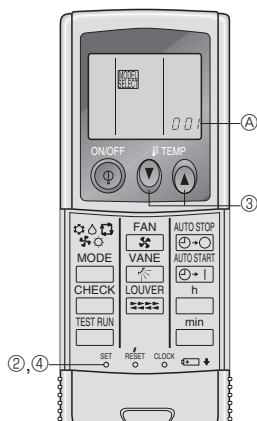

Fig. 6-8
1) Programmation (Fig. 6-8)
- ① Introduire les piles.
- ② Appuyer sur le bouton SET à l'aide d'un objet pointu. Le voyant clignote et le numéro du modèle est allumé.
- ③ Appuyer sur le bouton temp (↑/↓) pour programmer le numéro du modèle.
- ④ Appuyer sur le bouton SET à l'aide d'un objet pointu. Le voyant clignote et le numéro du modèle s'allume pendant trois secondes puis s'éteint.